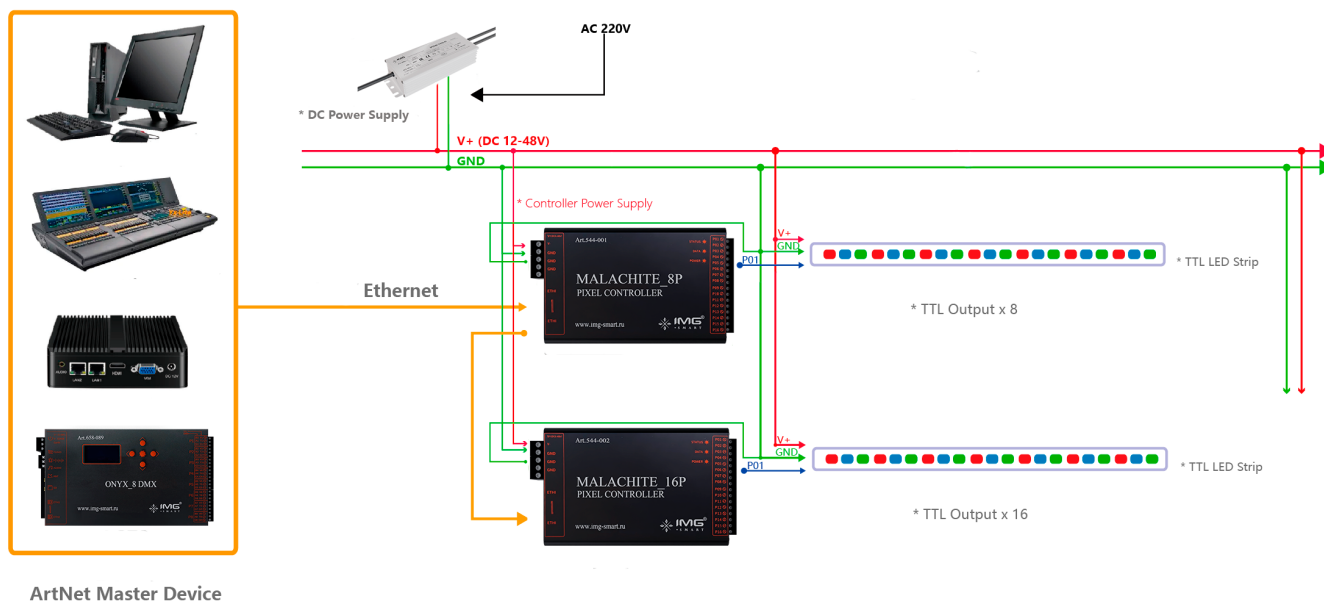

Рисунок 1. Схема подключения MALACHITE
3.2. Подключите контроллер согласно схеме (рисунок 1).